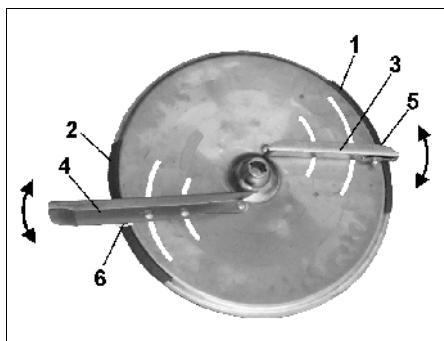

Fig. 38
Til nøyaktig innstilling av den enkelte spredevingstillingen, uten bruk av verktøy, er det på spredeskivene anbrakt forskjellige skalaer (Fig. 38/1 und Fig. 38/2) som ikke kan forveksles.
Den korteste spredevingen (Fig. 38/3) har skala med verdiene fra 5 til 28 og den lengste spredevingen (Fig. 38/4) skala (Fig. 38/2) med verdiene fra 35 til 55.
Dreining av spredevingene til en større tallverdi på skalaen (Fig. 38/1 hhv. Fig. 38/2) fører til større arbeidsbredde.
- Finn skalaverdien for den **korte** spredevingens vinginnstilling på skalaen (Fig. 38/1).
- Drei den korte vingen (Fig. 38/3) med avlesekanten (Fig. 38/5) til verdien på skalaen og **skru fast vingemutteren igjen**
- Finn skalaverdien for spredevinginnstilling til den lange spredevingen på skalaen (Fig. 38/2).
- Drei den lange vingen (Fig. 38/4) med avlesekanten (Fig. 38/6) til verdien på skalaen og **skru fast vingemutteren igjen**.